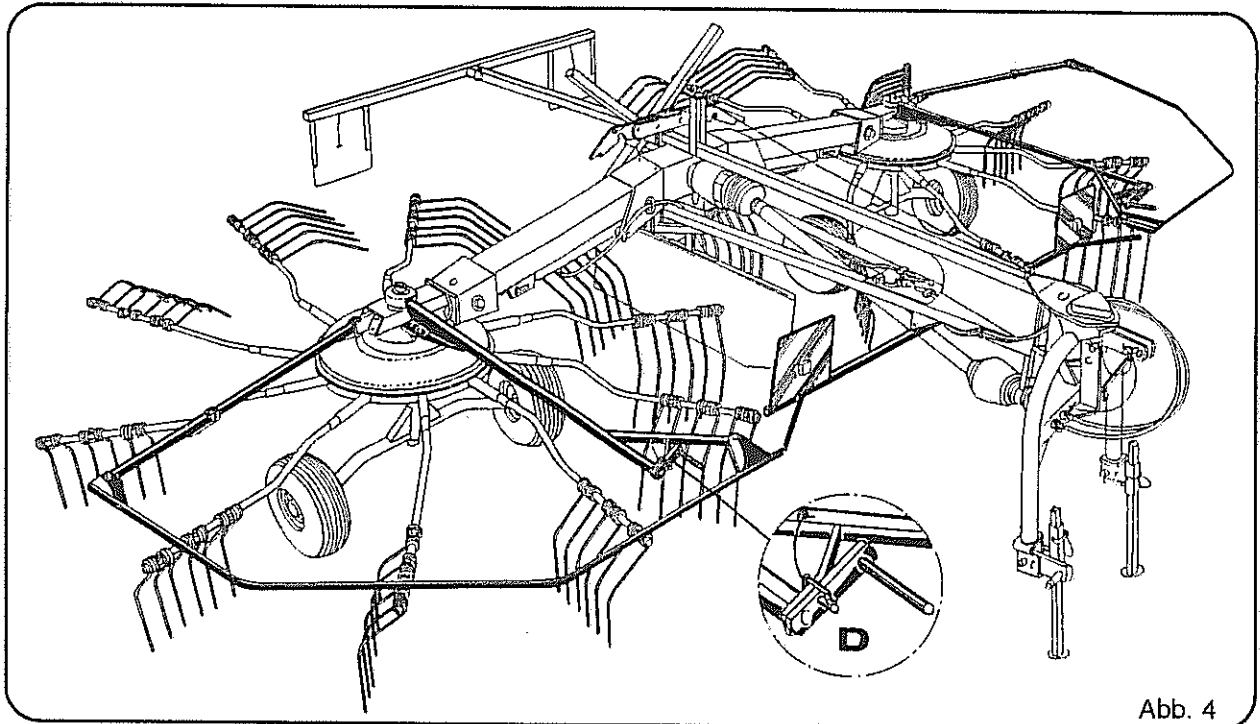

Abb. 4
1. Schutzvorrichtung mit Handkurbeln für Höhenverstellung der Kreisel und der mittlere Schutzbügel müssen angebracht sein (siehe Abb. 4). Handkurbel links wie rechts mit Rohrklappstecker sichern (Abb. 4, Pos. D).
Die Schutzvorrichtung mit Handkurbel für Höhenverstellung wird nach Abbildung 4, Seite 9 montiert.